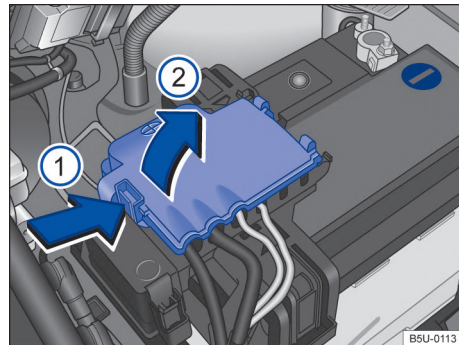

Fig. 183 Compartimento del motor: acceso al terminal positivo de la batería.
- Abrir la cobertura del polo positivo. Para abrir, presionar la traba en el sentido de la flecha → fig. 183 (1), plegar la cobertura hacia el costado en el sentido de la flecha (2).